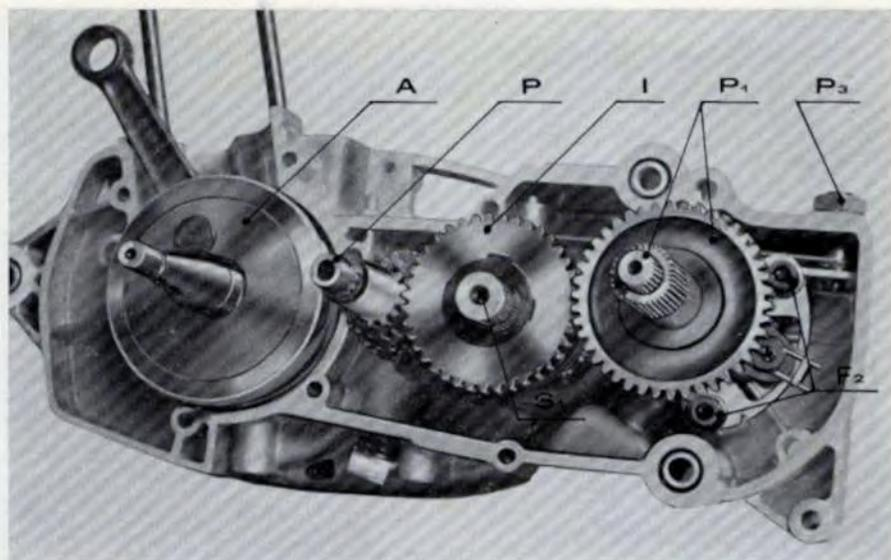

Fig. 10 - Smontaggio gruppo cambio
14. Fig. 10 - Sfilare il gruppo avviamento P1, sfilare il pacco ingranaggio I sull'albero secondario, sfilare l'albero primario P, e l'albero motore A dal semicarter, se occorre, con l'impiego di una mazzuola.